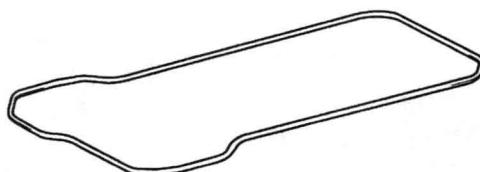

图 1-11 气门室盖垫片
- 3) 用橡胶锤锤松气门室盖，用一字螺钉旋具（螺丝刀）撬下气门室盖，取下气门室盖及垫片，如图 1-11 所示。